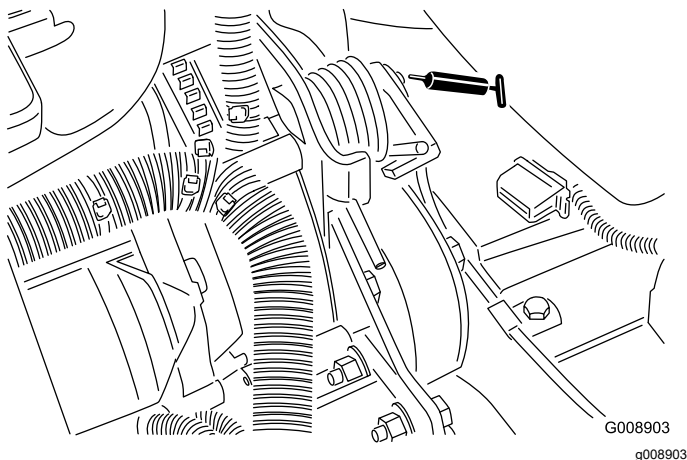

Bild 62
- Riemenspannungsdrehbüchse (Bild 62)